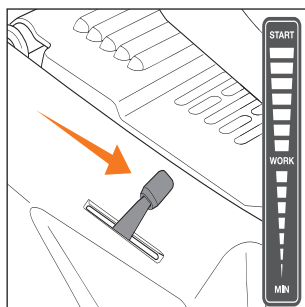

Рис. 27
8. Дайте двигателю поработать 10-15 секунд и переведите рычаг регулятора оборотов в положение **WORK** (Рис. 27).